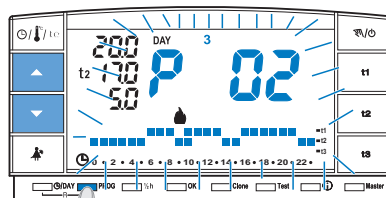

fig. 14
- Per modificare le impostazioni precedentemente salvate del programma **P01**, **P02** o **P03**, premere il tasto **PROG** per entrare in visualizzazione programmi, premere i tasti **▲▼** (oppure PROG ad impulsi) sino a quando sul display appare il numero del programma che si vuole modificare (**P 01** o **P 02** o **P 03**) fig. 14, premere il **tasto OK** (oppure il tasto PROG) **per 4 secondi** per accedere alla modifica (esempio in fig. "15"); se il giorno da modificare non fosse Lunedì premere una o più volte **OK** fino a selezionare il giorno desiderato.